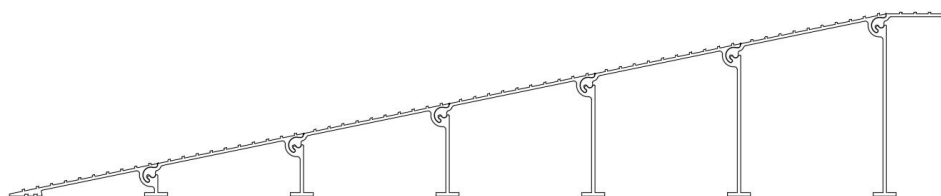

FIG.1
- (1) Avant de commencer l'installation, veuillez porter des gants pour protéger vos mains.
- (2) Choisissez un emplacement d'installation approprié, en vous assurant que le sol est plat et ferme.
- (3) Alignez et imbriquez chaque section de la rampe jusqu'à ce que toutes les pièces soient égales.
- (4) En commençant par la rallonge de 2,5 cm (1 po), installez les rallonges de seuil dans l'ordre indiqué (FIG. 1) jusqu'à atteindre la hauteur finale. Rapprochez les rallonges de seuil à un angle d'environ 45°, puis faites-les pivoter une fois l'ampoule insérée dans la fente .